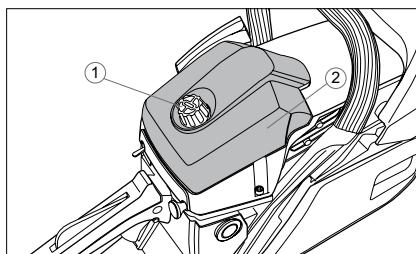

Fig. 24
1. Desatornillar el retenedor 1 (fig.24) y retirar la tapa del filtro de aire 2.